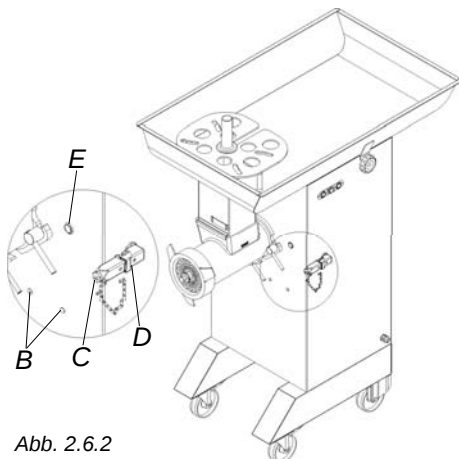
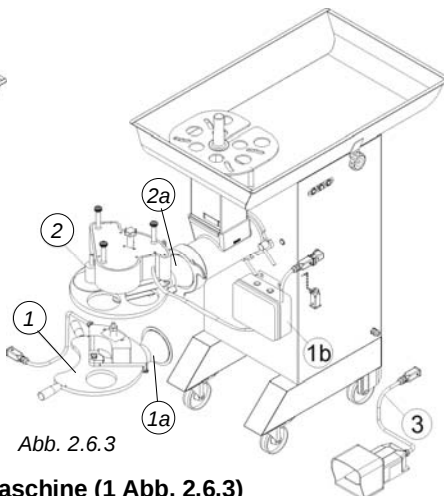

Abb. 2.6.2
Abb. 2.6.3
2.6.2 Halb-automatische Hamburgermaschine (1 Abb. 2.6.3)
- Einer Komponente, die über den Gewinding der Einfüllöffnung fest an diese befestigt wird (1a Abb. 2.6.3).
- Einem Verbindungsstecker ILME, der aus dem Schaltkasten führt und in die passende Buchse (D Abb. 2.6.2) auf dem Fleischwolf gesteckt wird.
2.6.3 Automatische Hamburgermaschine (2 Abb. 2.6.3)
- Einer Komponente, die über den Gewinding der Einfüllöffnung fest an diese befestigt wird (2a Abb. 2.6.3).
- Einem Schaltkasten (1b Abb. 2.6.3), der an der Maschine mit zwei Bolzen befestigt wird (B Abb. 2.6.2).
2.6.4 Pedalsystem (3 fig. 2.6.3)